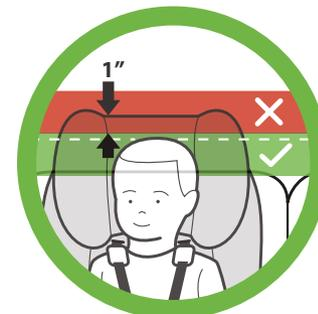

Figura 1
- La parte superior de la cabeza del niño debe quedar al menos a 1" (2.5 cm) por debajo de la parte superior del apoyacabezas del asiento de seguridad, como se muestra en la **Figura 1**. Si la parte superior de la cabeza del niño queda a menos de 1" (2.5 cm) por debajo de la parte superior del apoyacabezas en la posición de ajuste más alta, entonces el niño está demasiado grande para ir en el asiento viendo hacia atrás, y se debe hacer el cambio a la posición viendo hacia adelante.